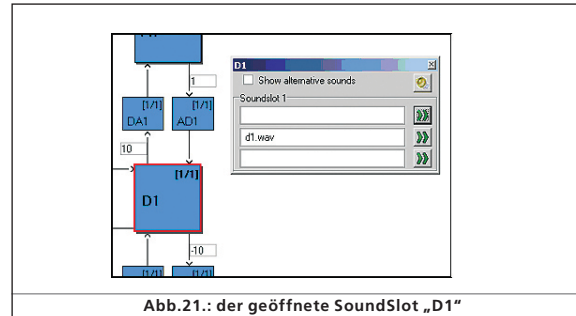

Abb.21.: der geöffnete SoundSlot „D1“
- Es öffnet sich ein Popup-Fenster wie in Abb.21. dargestellt.